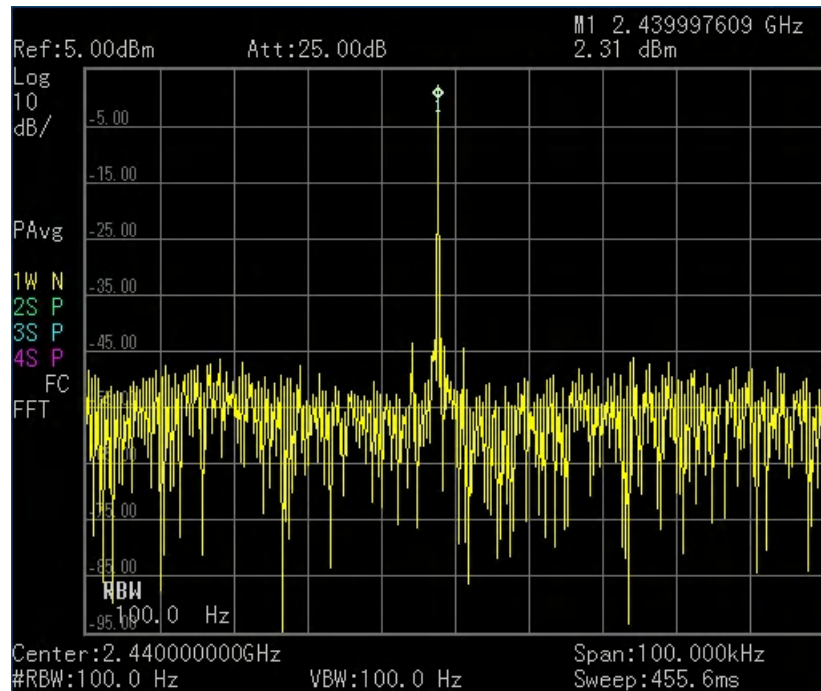

図 7-16. 送信中心周波数オフセット テストのスペクトル アナライザ出力
- ステップ 4: スペクトル アナライザで実際の周波数を測定します。実際の周波数と中心周波数の差が周波数オフセットです。(スペクトル アナライザの結果の例については、図 7-16 を参照してください。RBW と VBW が低いほど、周波数測定の精度が高くなります)